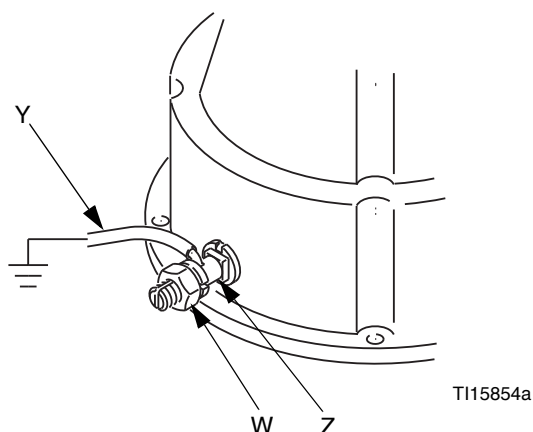

FIG. 1. Провод заземления
Насос: используйте зажим и провод заземления. См. FIG. 1. Ослабьте стопорную гайку (W) заземляющего ушка (Z). Вставьте один конец провода (Y) в заземляющее ушко (Z) и надежно затяните стопорную гайку. Подсоедините зажим заземления к действительно заземленной точке. № детали для заказа 237569, провод и зажим заземления.